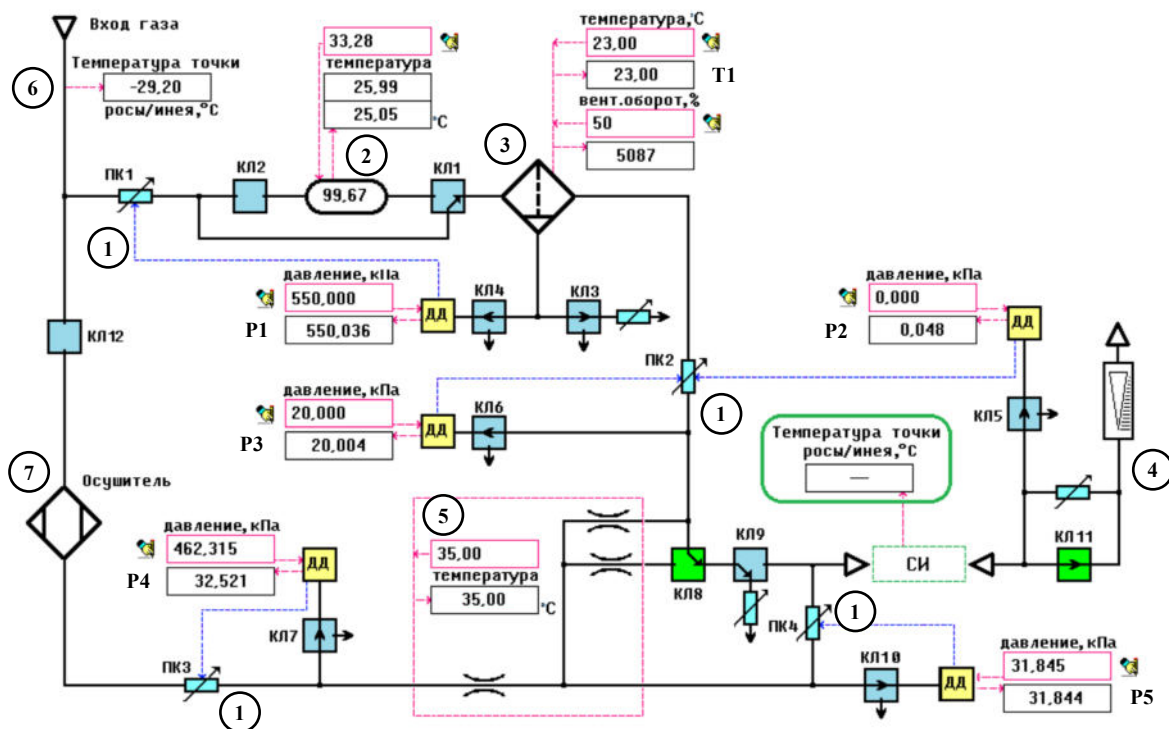

Рисунок 5 – Газовая схема генератора.
После насытителя ПГС поступает в блок смешивания через регулятор давления ПК1 на вход капилляров влажного газа (в зависимости от требуемого расхода клапан КЛ8 позволяет задействовать один или два капилляра «влажного» газа) (5) (см. Рисунок 5). Сухой газ поступает
Газовая система генератора (Рисунок 5) содержит:
На рисунке выше (Рисунок 5) и далее на схемах будут использоваться следующие условные обозначения: синий цвет клапана – клапан выключен, зеленый цвет – клапан включен; заданные значения отображаются в розовой рамке, измеренные значения – в черных рамках.